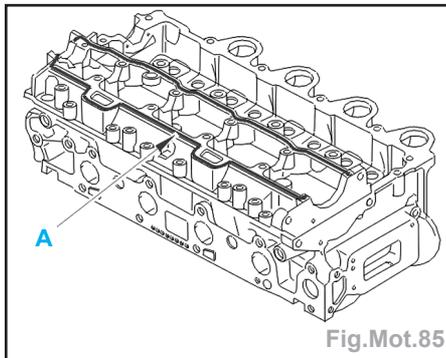

Fig.Mot.85
- Déposer un cordon de pâte à joint **SILICONE CATEGORIE 2** en (A) sur le pourtour des plans de joints (Fig. Mot.85).